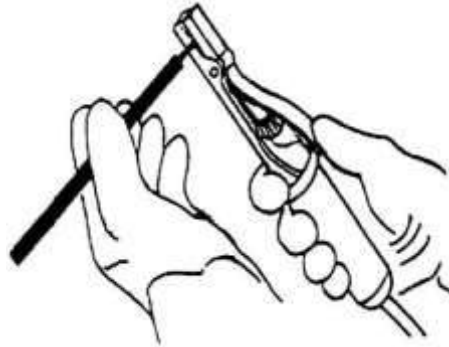

Fig. 6
b) Asegure el porta-electrodo por la parte desnuda del mismo. (Fig.6)